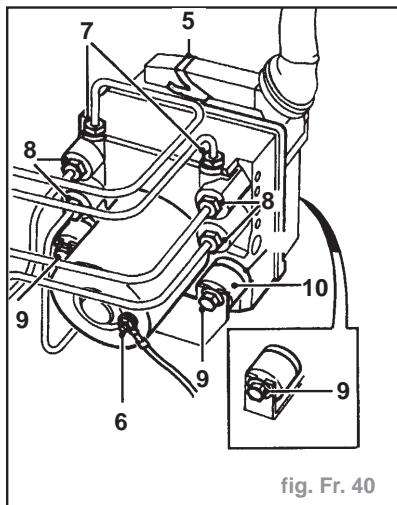

fig. Fr. 40
- Soulever l'attache (5) et débrancher la fiche multibroches de l'ECU ABS (fig. Fr. 40).